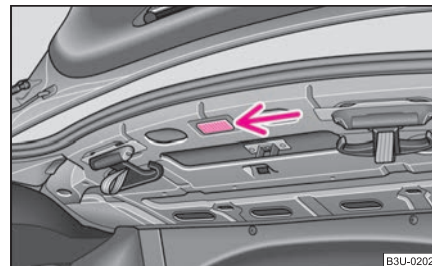

Fig. 205 Bagagliaio: Illuminazione
- Introdurre un cacciavite piccolo nella fessura accanto alla luce ⇒ fig. 205 ed estrarre con cautela la luce.